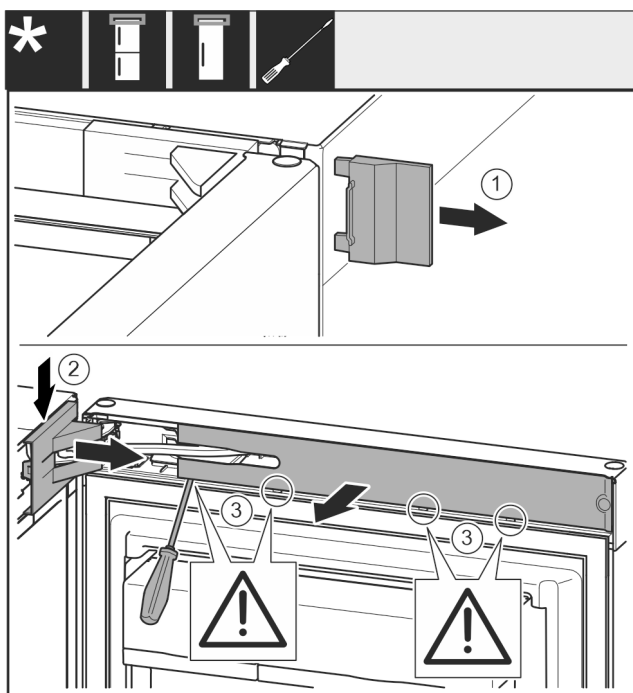

Fig. 9
► Sejměte vnější kryt. Fig. 9 (1)
► Odjistěte a uvolněte kryt stojanu ložiska. Sejměte kryt stojanu ložiska. Fig. 9 (2)
► Plochým šroubovákem vyjměte záslepku a otočte ji ke straně. Fig. 9 (3)